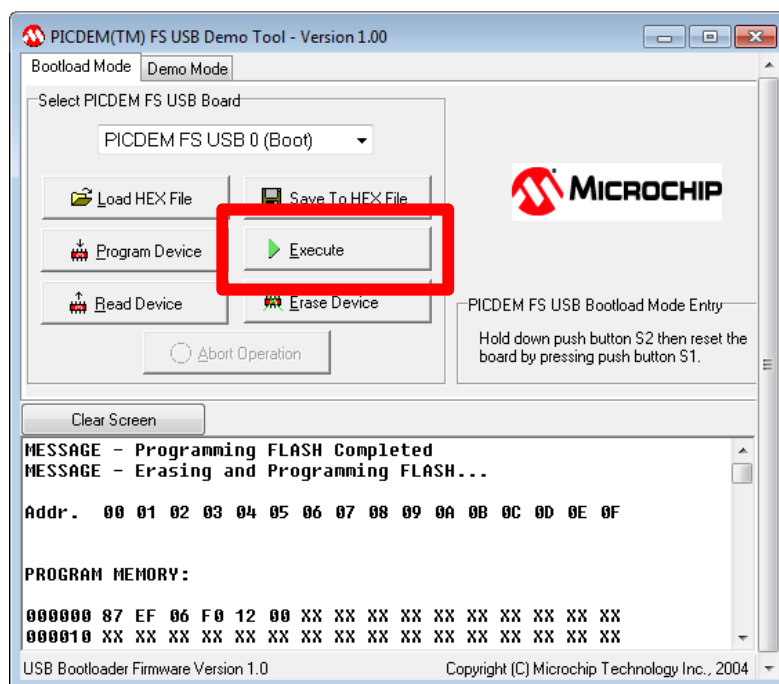

Figura 7 – Executando o código no KIT.
- **Passo 5** – Caso o código foi descarregado corretamente, basta clicar no botão “Execute” para o KIT PIC18F4550 executar o código, conforme a Figura 7.